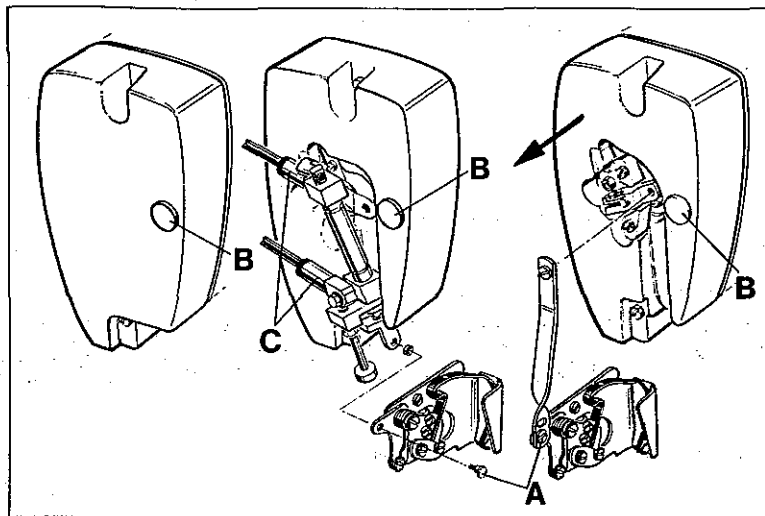
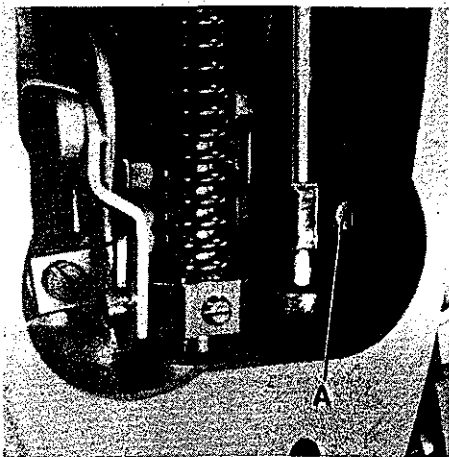
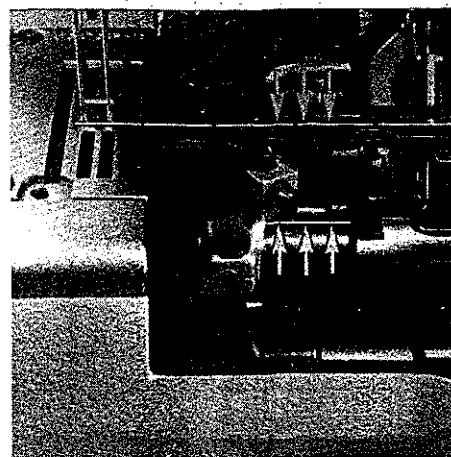
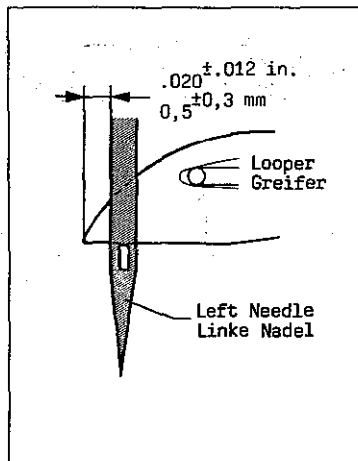

Fig.18
Fig. 19
Fig.20
Fig. 22
1. Remove the head cover*, presser foot and feed dogs. For removing the head cover on styles with thread wiper also shoulder screw (A, Fig. 18) on bell crank lever of thread wiper has to be screwed out. On styles equipped with pneumatic thread wiper additionally the PA-tubes have to be disconnected on the straight connectors (C) of the air cylinder. On styles with solenoid operated thread wiper the head cover has to be removed horizontally (in direction of the arrow) to avoid damaging of plug and receptacle.
3. Loosen screw (A, Fig. 19) and turn needle bar as required, so the needles center in the needle holes of throat plate and are parallel to the looper shaft (see Fig. 20). This can be checked by holding a ruler against the needles.
4. Retighten screw (A, Fig. 19).
1. Entfernen Sie den Kopfdeckel*, Drückerfuß und Transporteur. Zum Entfernen des Kopfdeckels muß bei Maschinen mit Fadenzieher auch die Ansatzschraube (A, Fig. 18) am Winkelhebel des Fadenziehers herausgedreht werden. Bei Maschinen, die mit pneumatischem Fadenzieher ausgerüstet sind, müssen zusätzlich die PA-Schläuche an den geraden Verschraubungen (C), am Luftzylinder gelöst werden. Bei Maschinen mit magnetisch betätigtem Fadenzieher muß der Kopfdeckel horizontal (in Pfeilrichtung) abgezogen werden, damit Stecker und Steckbuchse nicht beschädigt werden.
3. Lösen Sie die Schraube (A, Fig. 19) und drehen Sie die Nadelstange so, daß die Nadeln mittig in die Stichlöcher der Stichplatte einstechen und parallel zur Greiferwelle stehen (siehe Fig. 20). Dies kann durch Anlegen eines Lineals an die Nadeln geprüft werden.
4. Ziehen Sie die Schraube (A, Fig. 19) wieder an.
* The needle bar can also be aligned and set to height without removing the head cover. For this, remove plug (B, Fig. 18) in the head cover to have access to screw (A, Fig. 19) in the needle bar connection. Remount the plug.
* Die Nadelstange kann auch ohne Abbau des Kopfdeckels ausgerichtet und auf die Höhe eingestellt werden. Entfernen Sie dazu den Verschlussstopfen (B, Fig. 18) im Kopfdeckel, damit die Schraube (A, Fig. 19) im Nadelstangen-Mitnehmer zugänglich wird. Montieren Sie den Verschlussstopfen wieder.
The height of needle bar is correct, when the looper point at its travel from right to left is 0,5 mm (.020 in.) left of the left needle (see Fig. 22) and the top of the needle eye is flush with the underside of the looper. For adjustment loosen screw (A, Fig. 19)* and move needle bar up or down as required. Retighten screw (A).
Die Nadelstangenhöhe ist richtig eingestellt, wenn die Greiferspitze bei ihrem Weg von rechts nach links 0,5 mm links der linken Nadel steht (siehe Fig. 22) und Oberkante Nadelöhr und Unterkante Greifer in gleicher Höhe stehen. Lösen Sie für diese Einstellung die Schraube (A, Fig. 19)* und schieben Sie die Nadelstange nach Bedarf nach oben oder unten. Ziehen Sie die Schraube (A) wieder an.
* Die Nadelstange kann auch ohne Abbau des Kopfdeckels ausgerichtet und auf die Höhe eingestellt werden. Entfernen Sie dazu den Verschlußstopfen (B, Fig. 18) im Kopfdeckel, damit die Schraube (A, Fig. 19) im Nadelstangen-Mitnehmer zugänglich wird. Montieren Sie den Verschlußstopfen wieder.